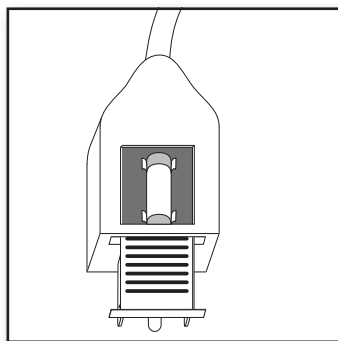

Figura 5
3. Gire el soporte del fusible para quitar el fusible. Quite el fusible con cuidado. Figura 5. Riesgo de incendio. Reemplace el fusible únicamente con un fusible de 5 A y 125 V.